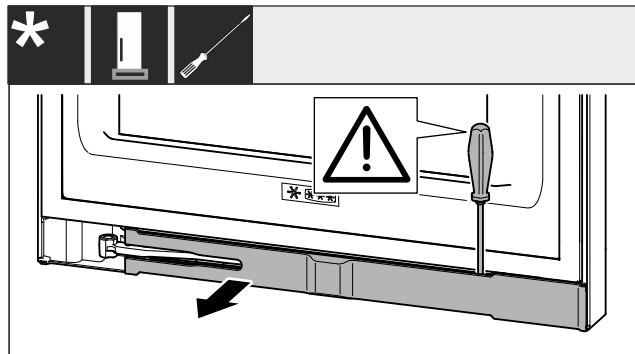

Fig. 3
- ▶ Ξεκουμπώστε το διακοσμητικό κάλυμμα με ίσιο κατσαβίδι και παραμερίστε το προς το πλάι Fig. 3 D).